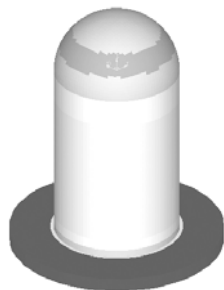

图 13-13 显示模型应力云图
- (2) 在工具栏单击 Contour () 按钮。
- (3) 激活 Selection 下的 Components 输入选择器。
- (4) 在 result type 下选择 Stress(t) 和 vonMises。
- (5) 在 Entity with Layers 栏中选择 Z1。
(6) 确定 Resolved in 栏设置为 Analysis System, Averaging method 设置为 None。
(7) 单击 Apply 按钮。如图 13-13 所示, 默认情况下云图将显示在模型所有组件上, 当然可以指定某个组件显示云图。